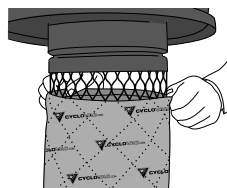

figura 15
3. Asegúrese de que ambos filtros están completamente secos antes de colocarlos nuevamente en su lugar. Además, vigile que se han instalado adecuadamente en la escotadura donde se inserta el filtro (**figura 15**), para asegurar una protección adecuada del motor. Instale el filtro grueso en primer lugar y recúbralo con el filtro antibloqueo (tejido fino).